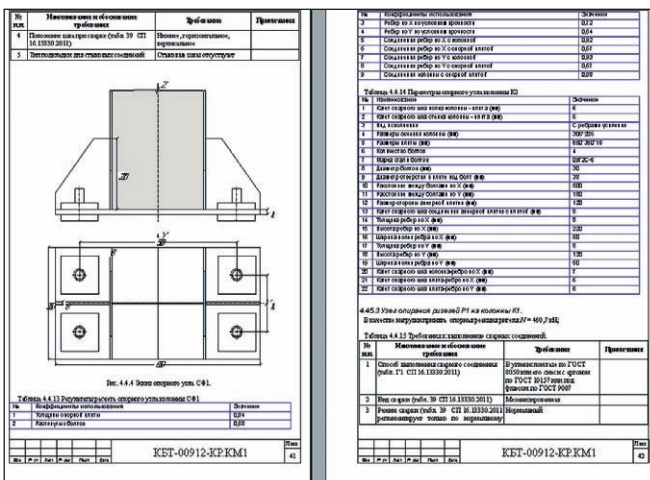

Рис. 11. Результаты расчета опорного узла в составе текстовой части раздела КР проектной документации, подготовленные средствами Гепард-А
- Модуль формирования отчетов позволяет быстро подготовить результат расчета для текстовой части раздела "Конструктивные и объемно-планировочные решения" проектной документации (рис. 11).